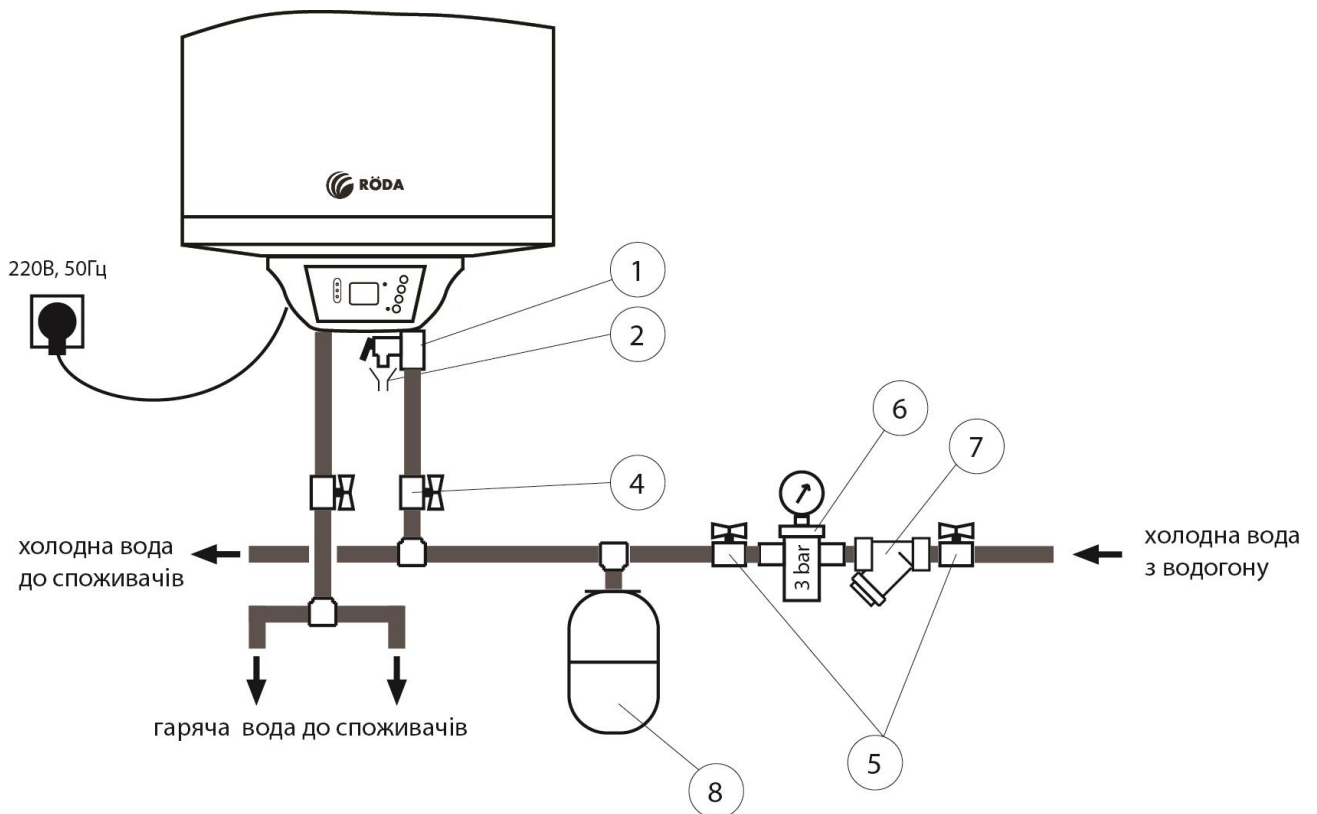

Рис. 4 – Схема підключення до водогону.
- Під час нагріву води з отвору викиду води запобіжного клапана може надходити вода. Це нормальне явище. Однак, у випадку великих витоків слід зв'язатися з фахівцями з технічного обслуговування. Отвір викиду води із запобіжного клапану ні за яких обставин не повинен бути заблокований, в іншому випадку це може призвести до виходу водонагрівача з ладу. При частому спрацюванні запобіжного клапану необхідно проконтролювати тиск холодної води на вході і якщо він перевищує 3 бари встановити редуктор тиску та розширювальний бак (див рис.4).
До патрубку викиду води з запобіжного клапану слід підключити гнучку трубку та вивести її до каналізації. При перевищенні максимального робочого тиску води в водонагрівачеві, запобіжний клапан відкриється та зіллє деяку кількість води в каналізацію. При цьому тиск у водонагрівачеві зменшиться. Запобіжний клапан захистить ваш водонагрівач від виходу із ладу при перевищенні тиску. Запобіжний клапан також виконує функцію зворотного клапану, він не дозволяє воді з приладу витікати в мережу холодного водопостачання. Тому встановлювати запобіжний клапан потрібно тільки на вході холодної води під нагрівачем, як показано на рис. 4.
Відсічні крани 4 (див рис.4) призначені для відключення водонагрівача при проведенні робіт з ремонту або технічного обслуговування.